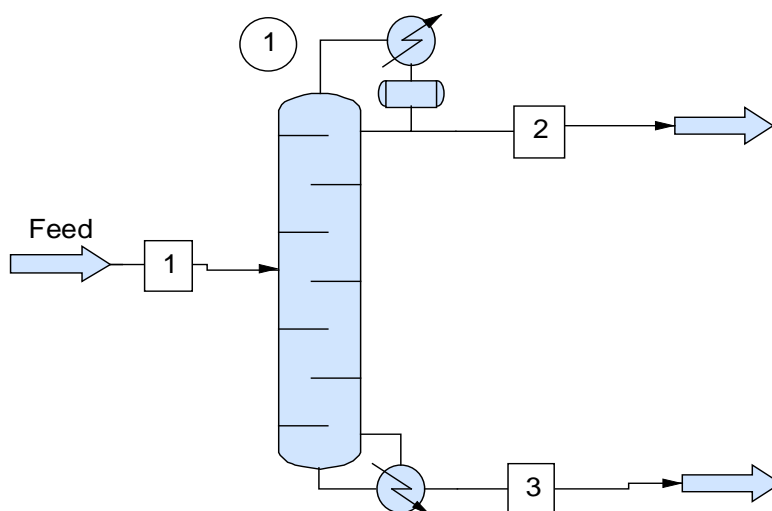

Рис. 2 – Схема розділення пропан-пропиленової фракції в **SCDScolumn**
3. Побудувати технологічну схему відповідно до з рис. 2. Ввести роботу моделі в статичний режим: **Run/Convergence/SteadyState**.